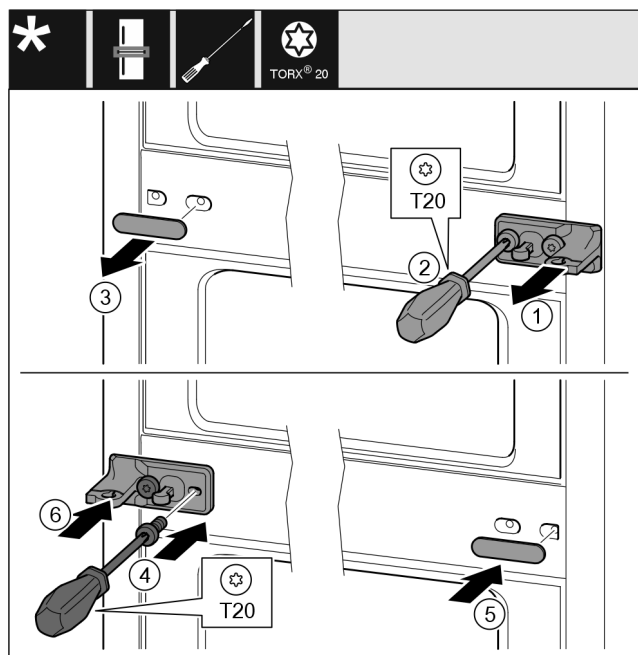

Fig. 11
- ▶ Zdjąć podkładkę. Fig. 11 (1)
- ▶ Śruby wykręcić przy pomocy śrubokręta T20. Fig. 11 (2)
- ▶ Ostrożnie zdjąć osłonę. Fig. 11 (3)
- ▶ Płytkę zawiasu wraz z folią obrócić o 180° przykręcić z drugiej strony. Fig. 11 (4)
- ▶ Osłonę obrócić o 180° założyć z drugiej strony. Fig. 11 (5)
- ▶ Podkładkę wsunąć od przodu. Fig. 11 (6)